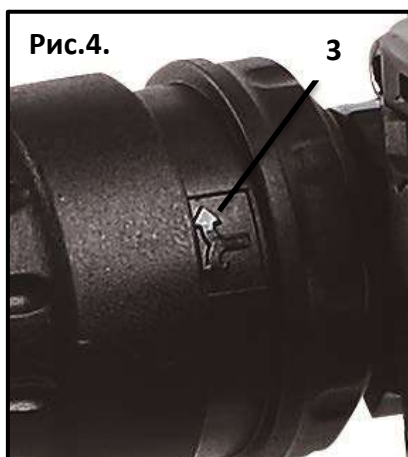

Рис.4.
Зубило SDS max можно зафиксировать в 12 положениях. Таким образом, вы можете настроить оптимальное рабочее положение для каждого применения. Вставьте зубило в держатель инструмента. Подвиньте ограничительное кольцо (**3**)рис.4 вперед и поверните пик в нужное положение при помощи ограничительного кольца (**3**). Отпустите ограничительное кольцо (3) и заверните зубило до щелчка.